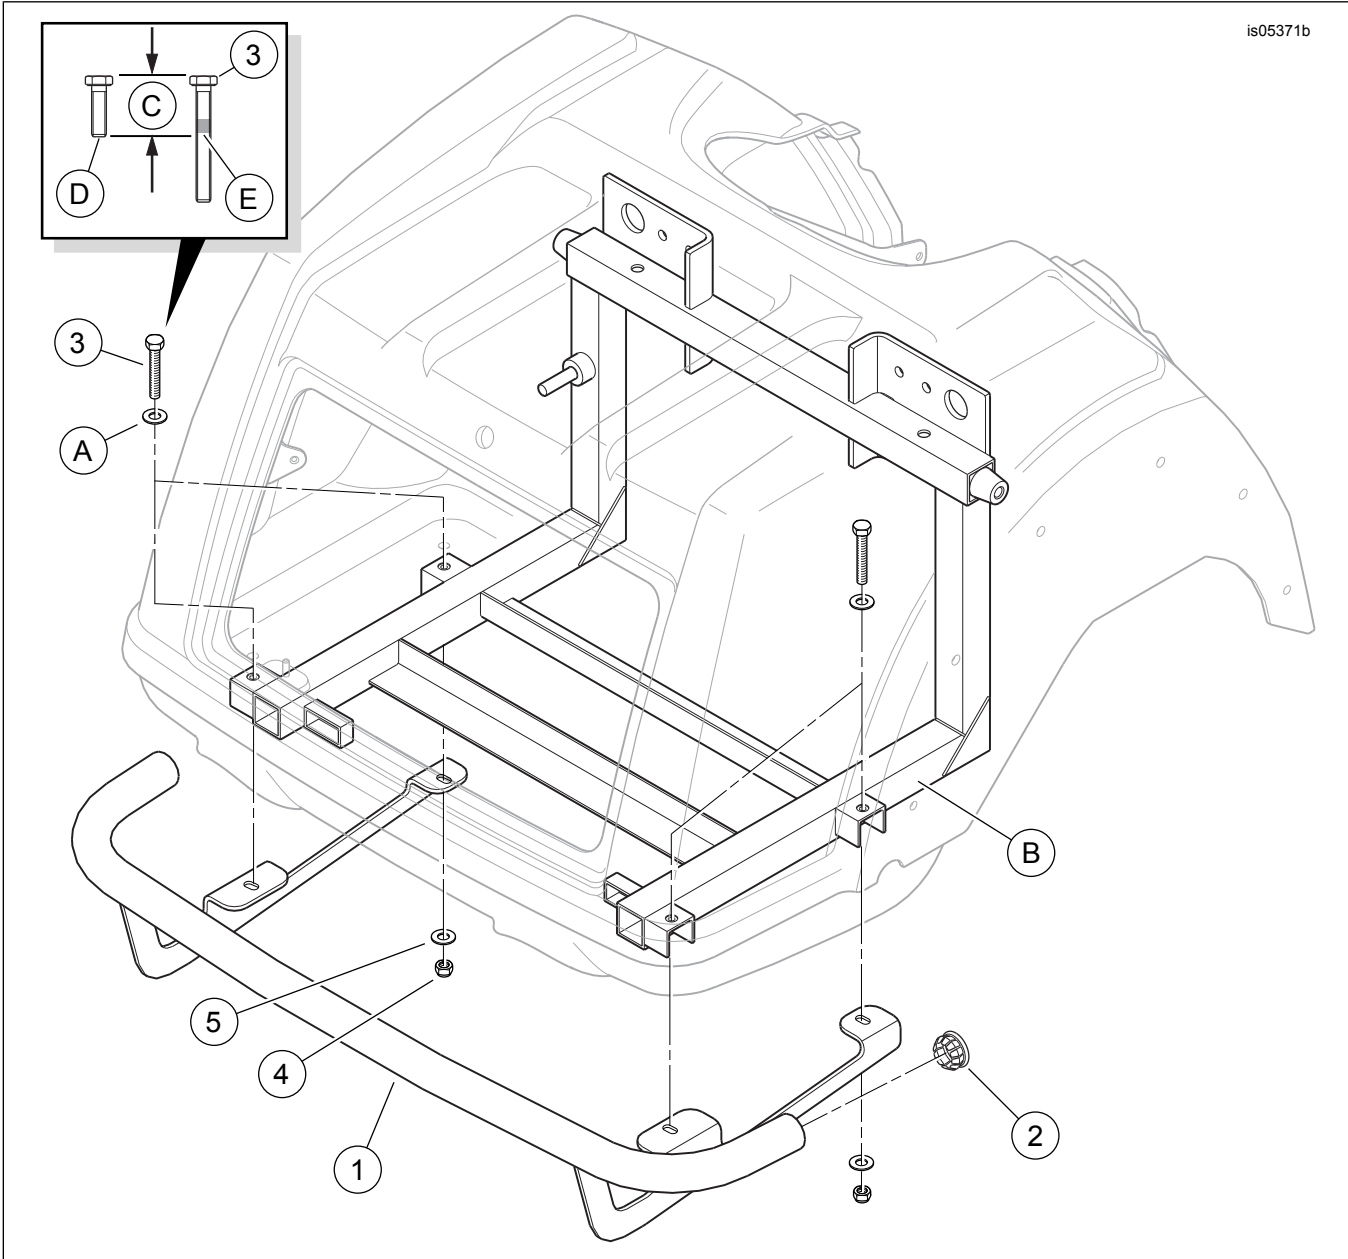

Figura 1. Contenido del kit: Protección trasera Trike
1. Consulte la Figura 1. Ubique cuatro tornillos con arandelas (A) en el piso del compartimento del portaequipajes que sujetan el cuerpo a la estructura trasera. Dejando la arandela en su lugar, retire uno de los tornillos. Guarde el tornillo para el siguiente paso y, a continuación, deséchelo.
2. Consulte la Figura 1. Aplique fijatornillos al tornillo (3).